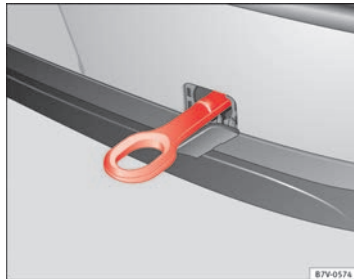

Abb. 221 Im Stoßfänger hinten rechts: eingeschraubte Abschleppöse.
Die Aufnahme für die einschraubbare Abschleppöse befindet sich hinten rechts im Stoßfänger ⇒ Abb. 221. Bei *Fahrzeugen mit werkseitiger Anhängervorrichtung* befindet sich hinter der Abdeckung **keine** Aufnahme für die einschraubbare Abschleppöse. Zum Abschleppen Kugelkopf montieren und verwenden ⇒ Seite 244, ⇒ ①.